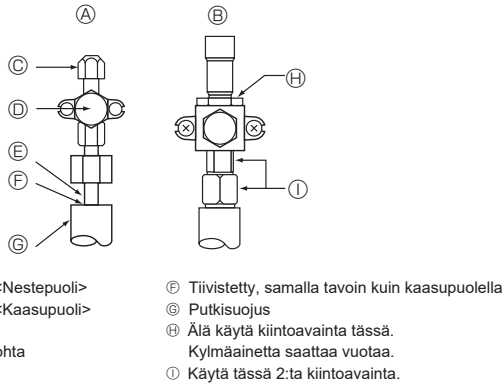

Fig. 4-5
4.4. Kylmäaineputken ilmatiivyyden testausmenetelmä (Fig. 4-5)
- Jos paine laskee vaiheissa (2) tai (3), putkissa on kaasuvuoto. Selvitä kaasuvuodon syy.